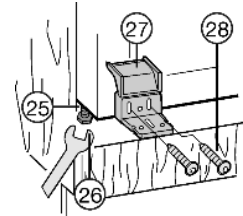

Fig. 21
- ▶ Spingere l'apparecchio nella nicchia, in modo che il bordo anteriore delle cerniere Fig. 21 (27) sia a filo con il fianco del mobile.
- ▶ Allineare in profondità la squadra di plastica Fig. 21 (27) a filo con il bordo anteriore dei fianchi del mobile, anche se in tal modo la squadra sporge oltre il fondo del mobile.
- ▶ Livellare l'apparecchio agendo sui piedini di regolazione Fig. 21 (25) servendosi della chiave fissa Fig. 21 (26) fornita in dotazione.